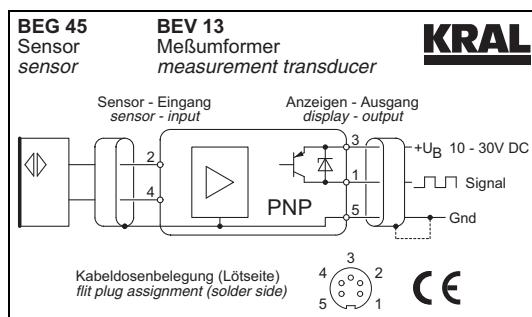

Abb. 12 Anschluss schaltbild BEG 45 + BEV 13
6. Verstärker anschließen, dabei Anschlusschaltbild beachten, siehe Abb. 12, Seite 32.